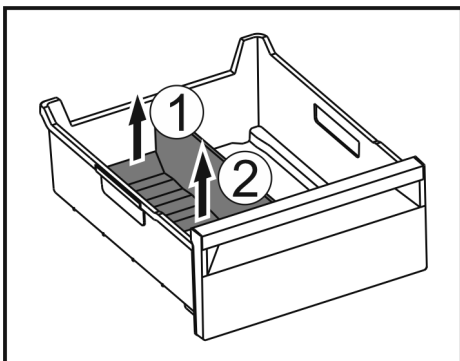

Fig. 99
- Hinteren Teil des Eisfach-Trenners anheben. Fig. 99 (1)
- Eisfach-Trenner nach oben entnehmen. Fig. 99 (2)